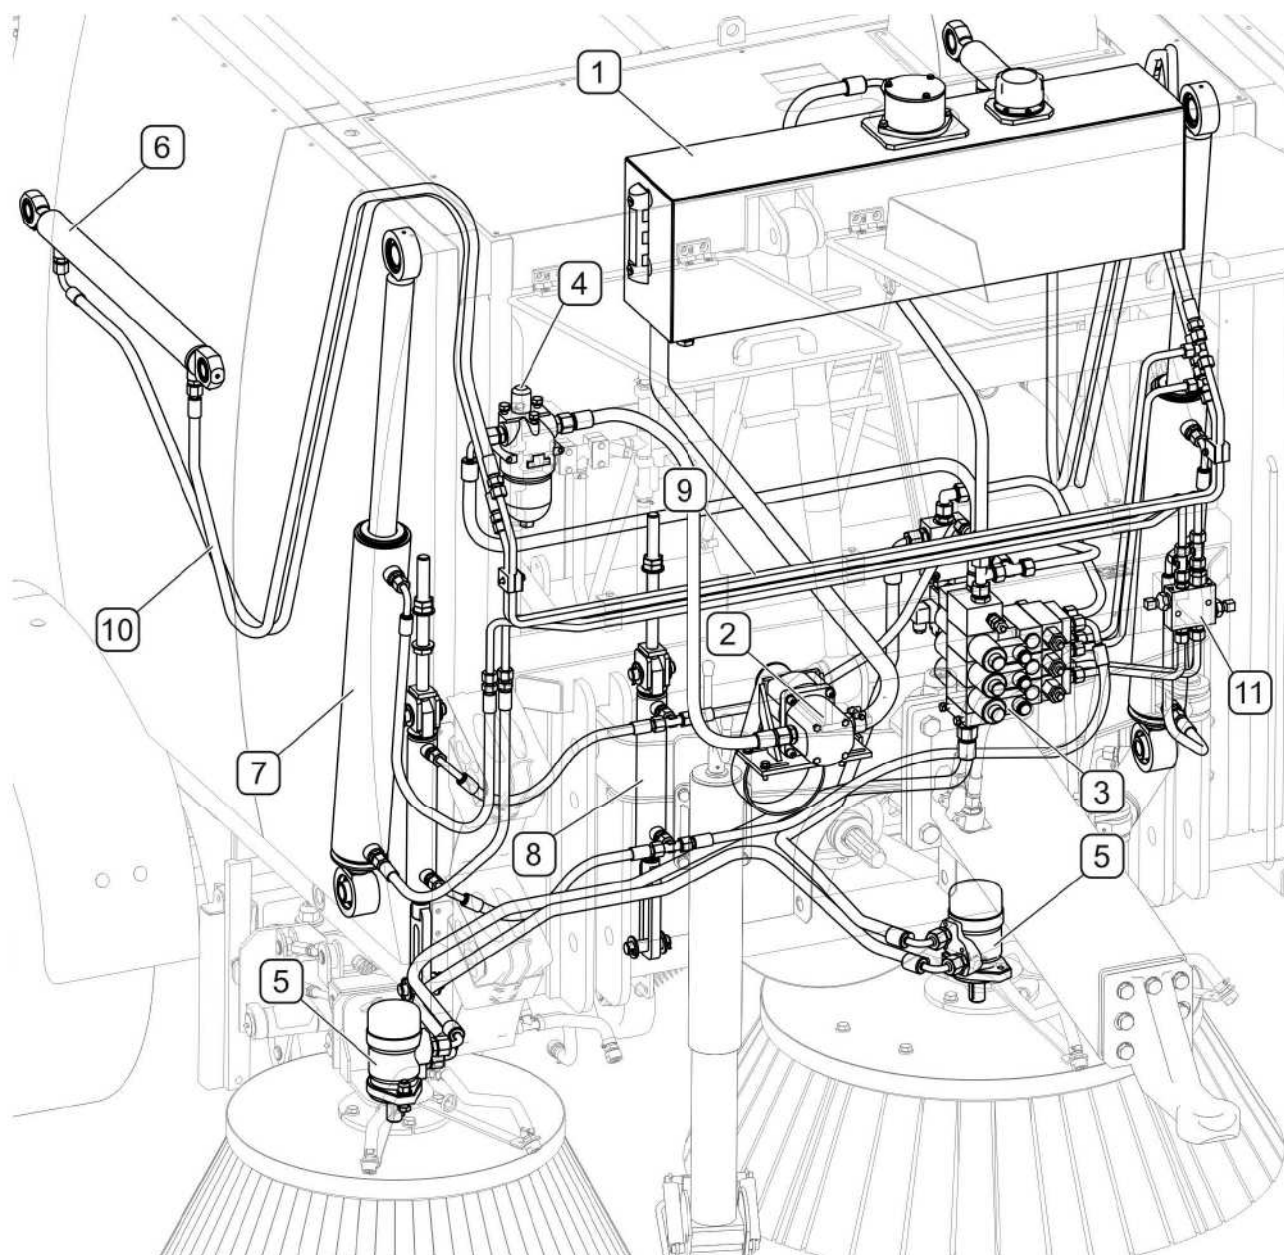

РИСУНОК 3.2А Гидравлическая система
(1)- маслобак; (2)- маслонасос; (3)- распределитель; (4)- масляный фильтр; (5)- гидравлический двигатель; (6)- гидроцилиндр для открытия бункера; (7)- гидроцилиндр для подъема бункера; (8)- гидроцилиндр для подъема щеток; (9)- металлические гидропровода; (10)- резиновые гидропровода; (11)- переливной перекрестный клапан
Подметально-уборочная машина ZMC 2.0 оснащается гидравлической системой с замкнутым контуром (РИСУНОК 3.2А). Маслосборник (1) находится спереди в верхней части машины и комплектуется заливной пробкой с фильтром, возвратным фильтром и указателем уровня масла с термометром. Маслонасос (2) приводится в движение от вала отбора мощности (ВОМ) трактора через коробку отбора мощности. Управление гидравлической системой осуществляется путем включения соответствующих секций распределителя (3) в кабине водителя трактора. Управление щетками осуществляется от двух гидравлических двигателей (5).